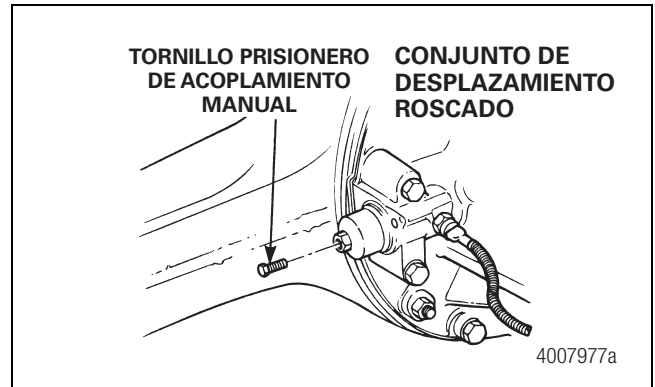

Figura 11.2
- Instale el tornillo prisionero de acoplamiento manual en el orificio roscado que se encuentra en el centro del cilindro. Figura 11.2.